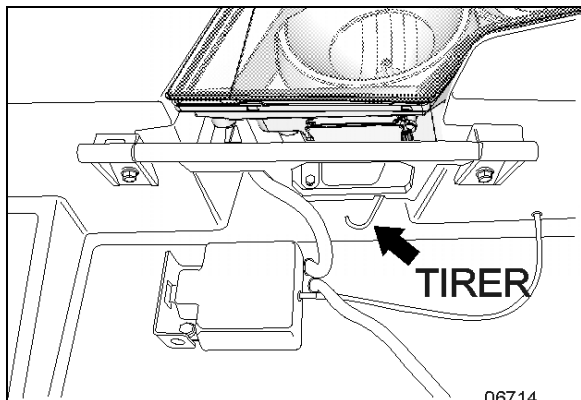

FIGURE 82 : BASCULER LE MODULE D'ÉCLAIRAGE AVANT
3. Tirer sur la tige illustrée sur la FIGURE 82 pour faire pivoter le phare.